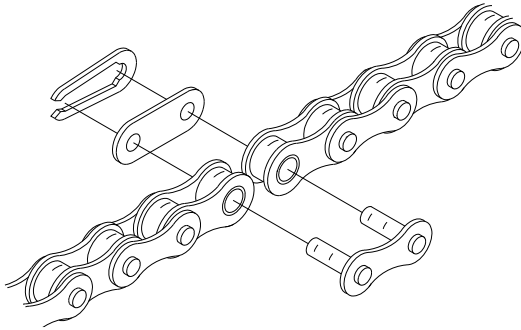

Figure 9 Maillon de chaîne
3. Connectez les pignons avec la chaîne d'entraînement, raccourcissez à une longueur convenable et joignez les bouts ensemble à l'aide du maillon fourni dans le sac de quincaillerie. Pour raccourcir la chaîne, chassez la goupille qui laissera un maillon intérieur le plus près de la longueur désirée. Connectez la chaîne autour des pignons à l'aide du maillon (Figure 9).